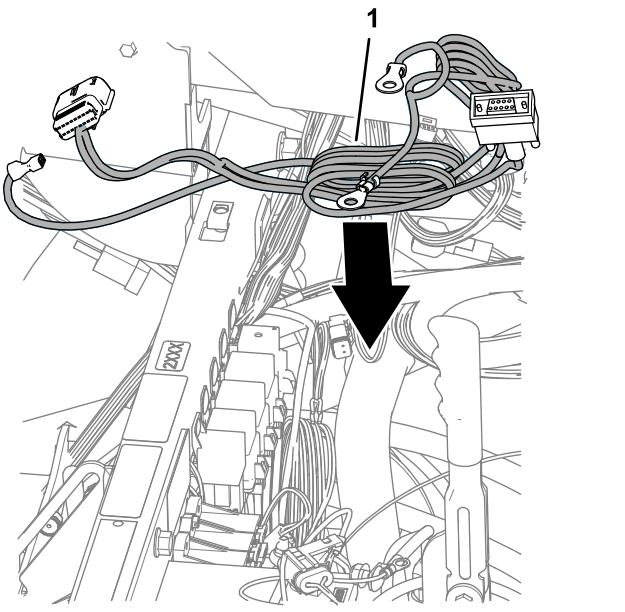

Figura 72
- Alinee el arnés de alimentación del módem con la máquina, como se muestra en la Figura 72.